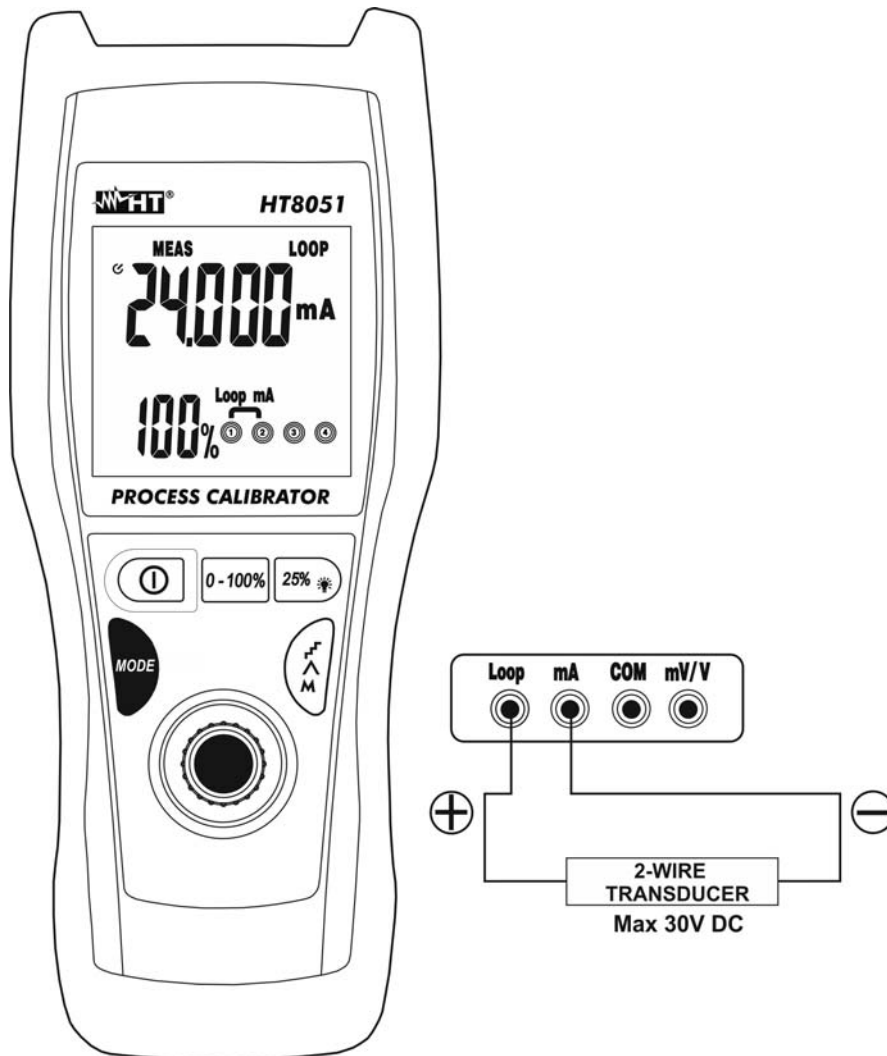

Fig. 7: Medida de corriente CC en salida de transductores externos (Loop)
4. Conecte la punta verde y la punta negra al transductor externo respetando la polaridad y el sentido de la corriente (vea la Fig. 7)
6. El mensaje "**-OL-**" indica que la corriente en examen excede el valor máximo medible por el instrumento. Para la generación del valor negativo de la tensión gire las puntas de medida en sentido opuesto respecto a la conexión de Fig. 7